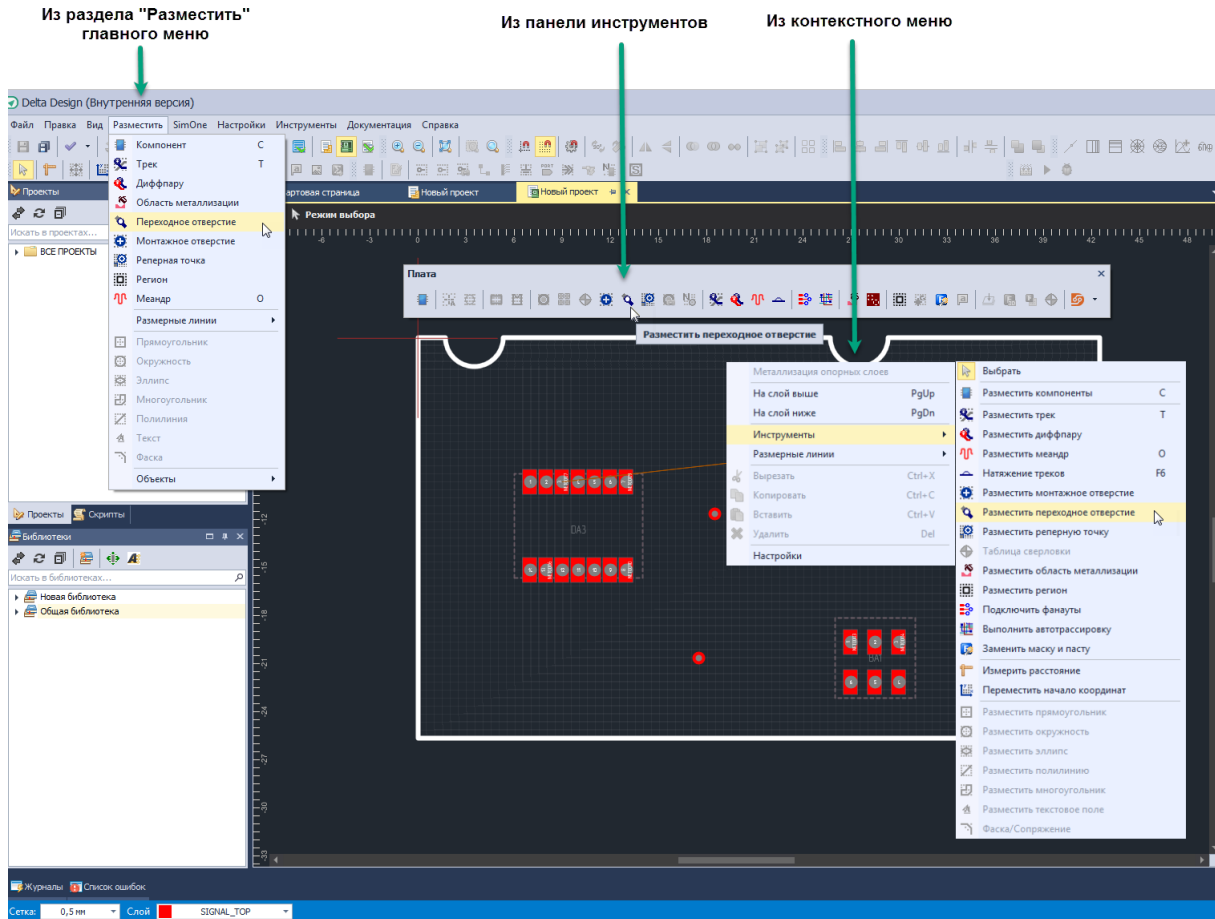

Рис. 130 Вызов инструмента «Разместить переходное отверстие»
1. Вызвать инструмент «Разместить переходное отверстие», который обозначается значком  на панели инструментов «Плата», также инструмент доступен в разделе «Разместить» главного меню и в пункте «Инструменты» в контекстном меню, см. Рис. 130.